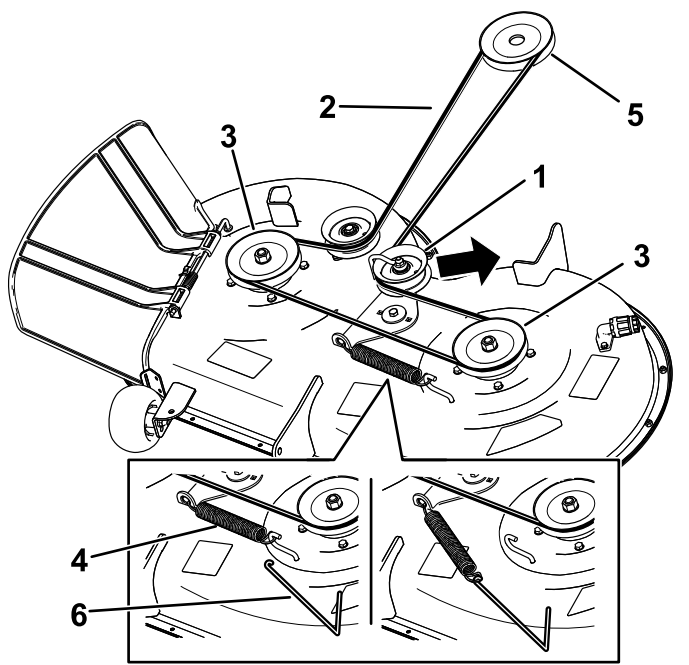

Bild 57
7. Entfernen Sie die Spannscheibenfeder mit einem Werkzeug zur Federentfernung (Toro Bestellnummer 92-5771) vom Mähwerkhaken, um die Spannung von der Spannscheibe zu nehmen, und rollen Sie den Riemen von den Spannscheiben (Bild 57).
8. Verlegen Sie den neuen Riemen um die Motor- und Mähwerkriemenscheiben (Bild 57).
9. Setzen Sie die Spannscheibenfeder mit einem Werkzeug zur Federentfernung (Toro Bestellnummer 92-5771) auf den Mähwerkhebel, um die Spannscheibe und den Mähwerkriemen zu spannen (Bild 57).